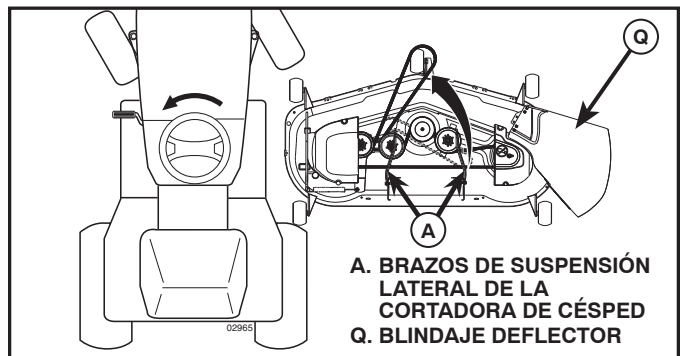

Fig. 7
4. DESLICE LA CORTADORA DE CÉSPED DEBAJO DEL TRACTOR (Vea Fig. 7)
9. INSTALE LA CORREA EN LA POLEA DEL EMBRAGUE DEL MOTOR (M) (Vea Fig. 7 - 15)
- Desenganche la varilla tensora de la correa (K) de la escuadra de bloqueo (L).
- Instale la correa en la polea del embrague del motor (M)